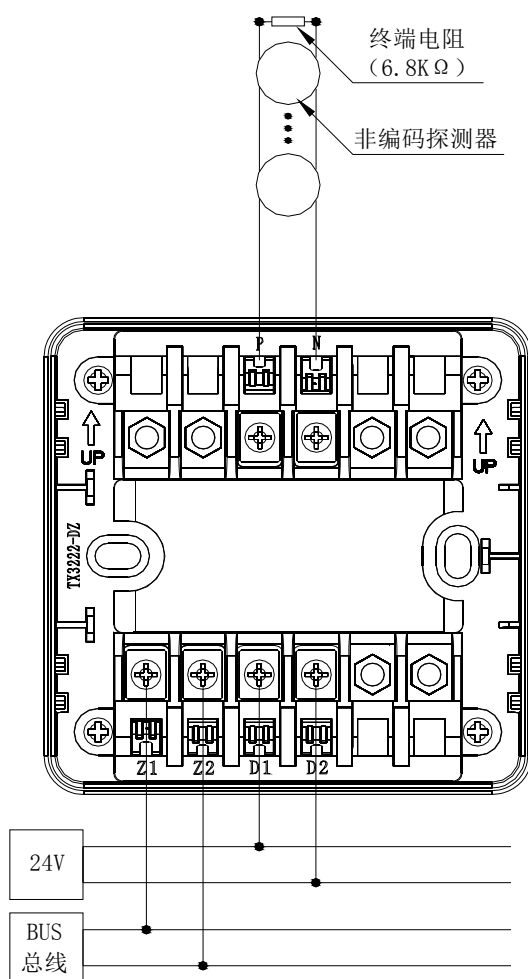

图 3 接线方式示意图
- ◆ 在输入线的末端（远离模块端）必须并联一个 $6.8K\Omega$ 的终端电阻（具体接线方法参见图 3）。
模块的接线方式如图 3 所示。